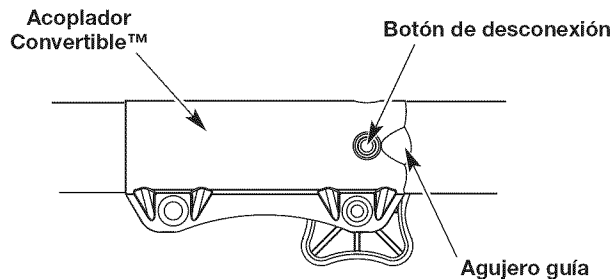

Fig. 5
**NOTA:** Alinear el botón de desconexión con el agujero guía facilitará la instalación (Fig. 5).
2. Oprima y sostenga el botón de desconexión (Fig. 5).